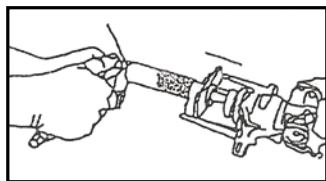

FIG 2
Appuyer sur le dispositif de dégagement (2), puis faire pivoter et déplacer le levier (4) pour pousser l'adaptateur magnétique (1) sur la vis bombée du corps de l'étrier. Voir FIG 2.